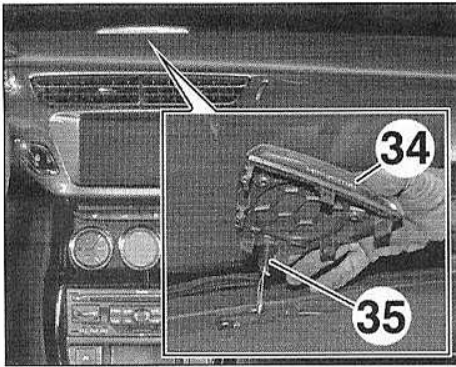
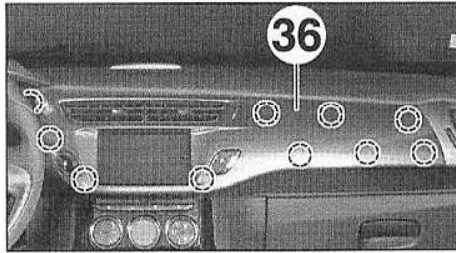
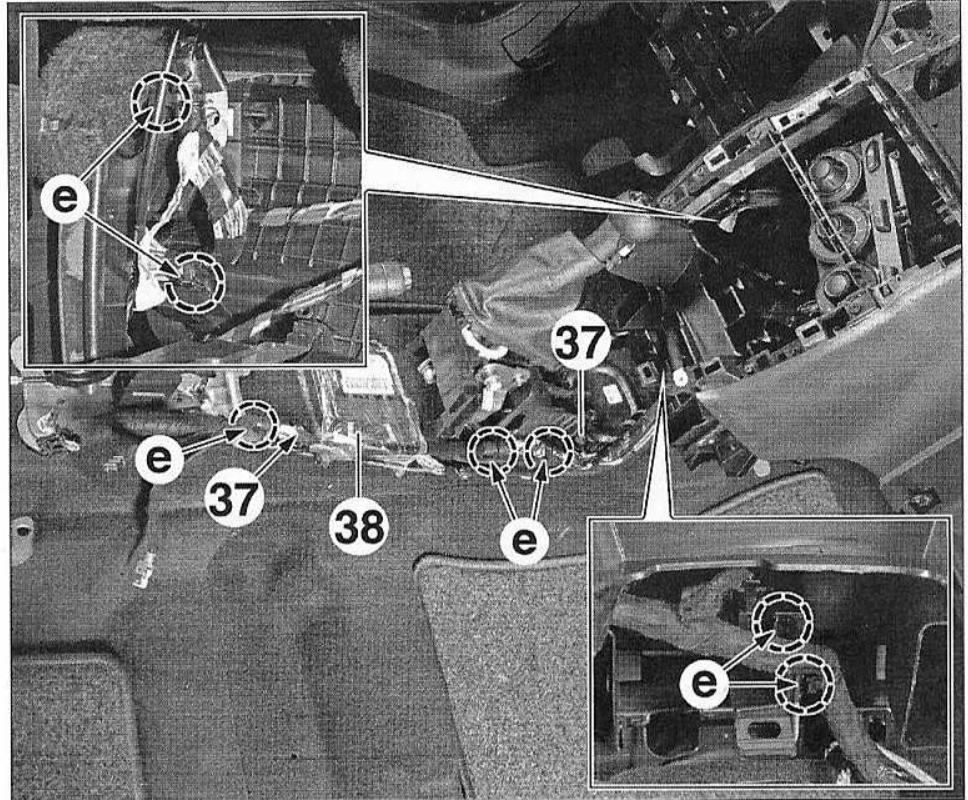

FIG.26
FIG.27
FIG.28
- Débrancher et déposer le panneau de commande de chauffage/climatisation (33).
- Dégrafer la grille de haut-parleur (34) (Fig.26).
- Libérer le capteur de luminosité (35) en le tournant d'un quart de tour.
- Déposer la grille de haut-parleur (34).
- Dégrafer la garniture des aérateurs centraux (36) (Fig.27).
- Déposer la garniture des aérateurs centraux (36).
- Déposer les vis de points de masse (37) (Fig.28).